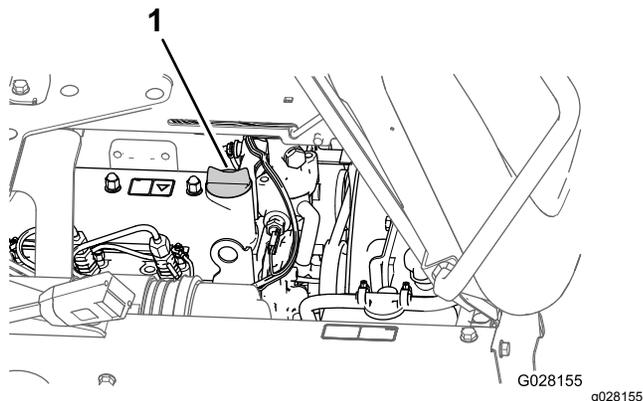

Рисунок 71
5. Снимите крышку маслозаливной горловины с крышки клапанного механизма двигателя и медленно залейте примерно 80% указанного количества масла в заливную горловину (Рисунок 71).
8. Установите крышку маслозаливной горловины (Рисунок 71).